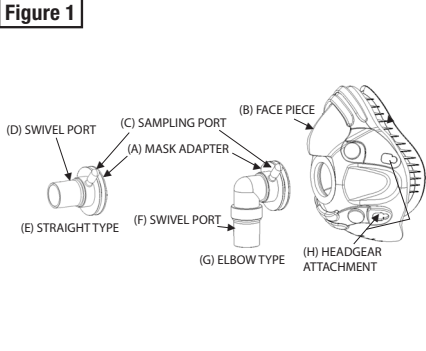

Figure 2
- Die Maskengröße des Patienten mit der auf Wunsch erhältlichen Maskenmeßvorrichtung (Abb. 2) feststellen.
- Die Maske über Nase und Mund des Patienten placieren (1). Das Kinn sollte in die Kinnrandung der Maske passen und die Maske den Teil oben an Nasenspitze abdecken.
- Die Kopfhäube über den Kopf des Patienten ziehen (2), wobei einer der unteren Haltebänderclips abgenommen wurde. Nach Anlegen der Kopfhäube den Haltebänderclip wieder befestigen (3). Die unteren Haltebänder unter den Ohren und die oberen über den Ohren und unter den Augen positionieren.
- Den Sitz der Kopfhäube mit den Klettverschlüssen einstellen, indem sowohl die oberen als auch die unteren Haltebänder leicht hinten gegen werden (4 und 5). Die Bänder oben am Kopf in entgegengesetzte Richtung ziehen, bis die richtige Spannung erreicht ist und dann mit dem Klettverschluss wieder befestigen (6).
- Staccare la taglia della maschera in linea per il paziente con un Calibro Taglia Maschera (Fig. 2).
- Collocare la maschera sul naso e sulla bocca del paziente (1). Il mento deve adattarsi nella porzione di sovrapponto con la parte superiore della guarnizione della maschera sul ponte del naso.
- Far scorrere la cuffia sulla testa del paziente (2) con uno dei fermagli della cinghia inferiore di rilascio rapido staccato. Ricollegare il fermaglio della cinghia della cuffia dopo aver collocato la cuffia (3). Le cinghie inferiori devono essere collocate sotto le orecchie e le cinghie superiori sopra le orecchie e sotto gli occhi.
- Regolare la tensione delle cinghie in Velcro™ della cuffia tirando leggermente all'indietro sulle cinghie superiori e inferiori (4 e 5). Regolare la tua cinghia alla corona della testa tirando ogni cinghia in direzione opposta sino ad ottenere la tensione necessaria e poi ricollegando il Velcro™ (6).